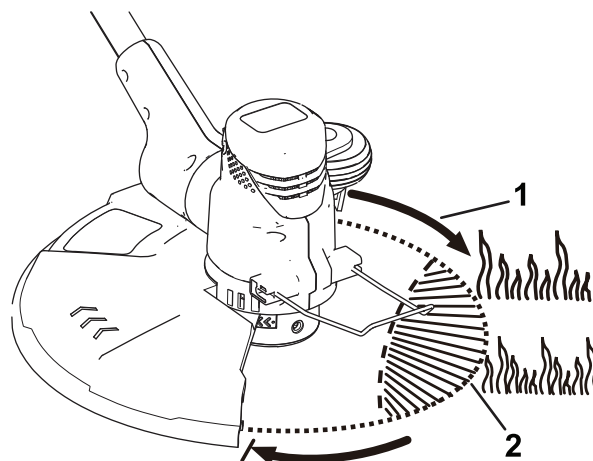

Figuur 16
1. Druk op de kantelknop, kantel de kop 90° en verzeker dat deze op zijn plaats klikt (A in Figuur 16).
2. Laat de trimmer op het wiel rusten en werk de kant van het gras af (B in Figuur 16).